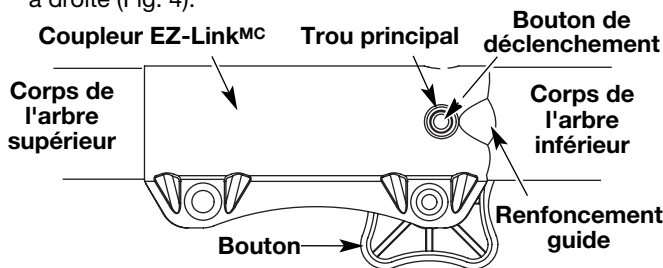

Fig. 3
3. Tenez fermement l'accessoire et enfoncez-le tout droit dans le coupleur EZ-Link^{MC} (Fig. 3).
3. Appuyez sur le bouton de déclenchement et maintenez-le enfoncé (Fig. 3).